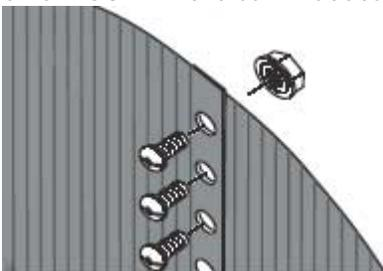

Abb. 8
##### 2. Verbinden der Stahlmantelenden (Abb. 8)
- Verbinden Sie die beiden Enden, indem Sie über der Lochreihe sowohl an der Innen- als auch an der Außenseite eine Versteifungsschiene legen und je eine Schraube und eine Mutter in jedem Loch verschrauben. Der Schraubenkopf (Nr. 9) gehört an die **Innenseite** des Pools, die Mutter und Beilagscheibe (Nr. 10 und 11) an die **Außenseite** (**Abb. 8**). Verwenden Sie sämtliche Schrauben und Muttern, lassen Sie kein Loch leer.